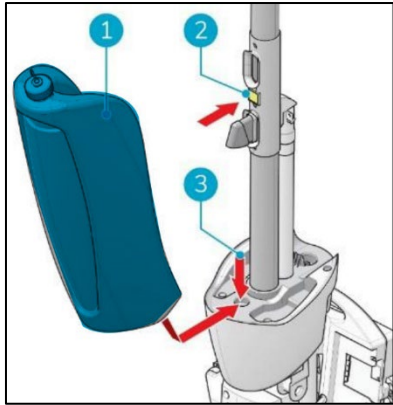

figure 31.
14. Placez le fond du réservoir de récupération (figure 31, pos. 1 et pos. 3) sur le devant de l'i-mop® XL.
15. Poussez le haut du réservoir en place jusqu'à ce que vous entendiez un « clic », l'aimant (figure 31, pos. 2) verrouille le réservoir de récupération en place.